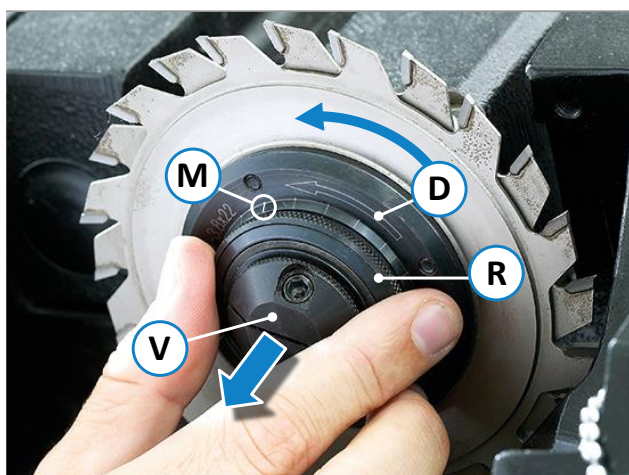

Abbildung 79: Quickstep-Verstelleinrichtung für Vorritzsägeblatt
- Sägeblätter in die Bolzen auf den Flanschen einlegen, und dabei die Drehrichtung (**D**) beachten (siehe ⇒ Abbildung 79).